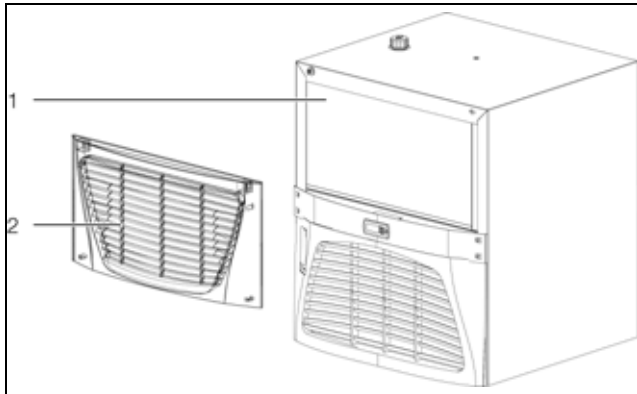

Рис. 60: Чистка конденсатора (отображен 3320.6xx и 3334.6xx)
- Демонтируйте решетку (рис. 60, поз. 2) с передней стороны чиллера.
- Чистка конденсатора (рис. 60, поз. 1) производится при помощи сжатого воздуха.